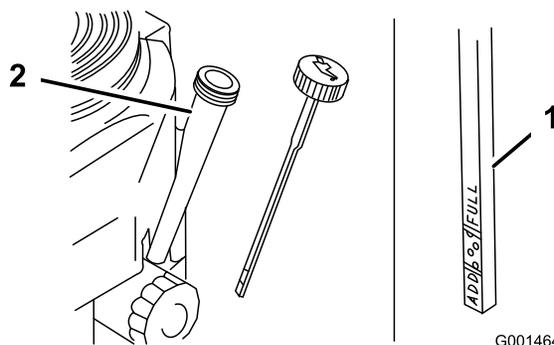

Bild 17
- Reinigen Sie den Bereich um den Ölpeilstab (Bild 17).
- Nehmen Sie den Ölpeilstab heraus und wischen das Ende ab (Bild 17).
- Schieben Sie den Peilstab ganz in das Peilstabrohr, drehen Sie ihn jedoch nicht in den Einfüllstutzen (Bild 17).
- Ziehen Sie den Peilstab wieder heraus und prüfen Sie das Stabende. Der Ölstand sollte zwischen der Nachfüll- und Voll-Markierung sein (Bild 17).